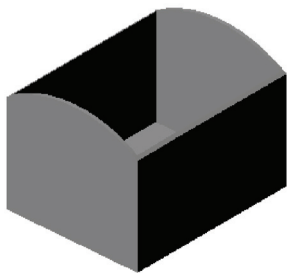

图 8-8 打开模型文件
STEP 01 单击快速访问工具栏中的“打开”按钮，打开模型文件，如图 8-8 所示。